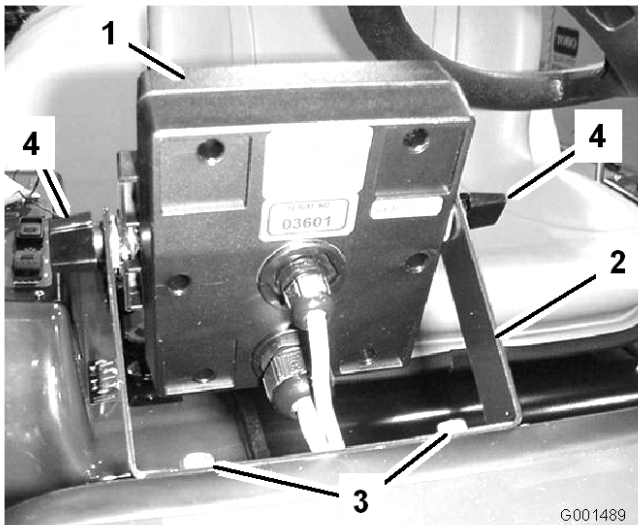
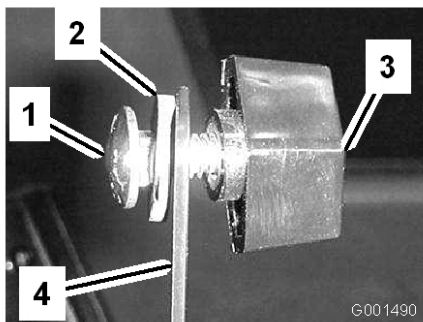

図 5
図 6
2. モニタのブラケットをダッシュボードに取り付ける；フランジヘッド・ボルト (1/4 x 3/4 in) 2本とフランジ・ナット (1/4 in) 2本を使用する (図 5)。
- 3. キャリッジボルト、ゴム・ワッシャ、ノブ各2個を、図 5および図 6のように仮止めする。
- 6. ブラケットにスプレープロを取り付け(図 5)、ノブで固定する。